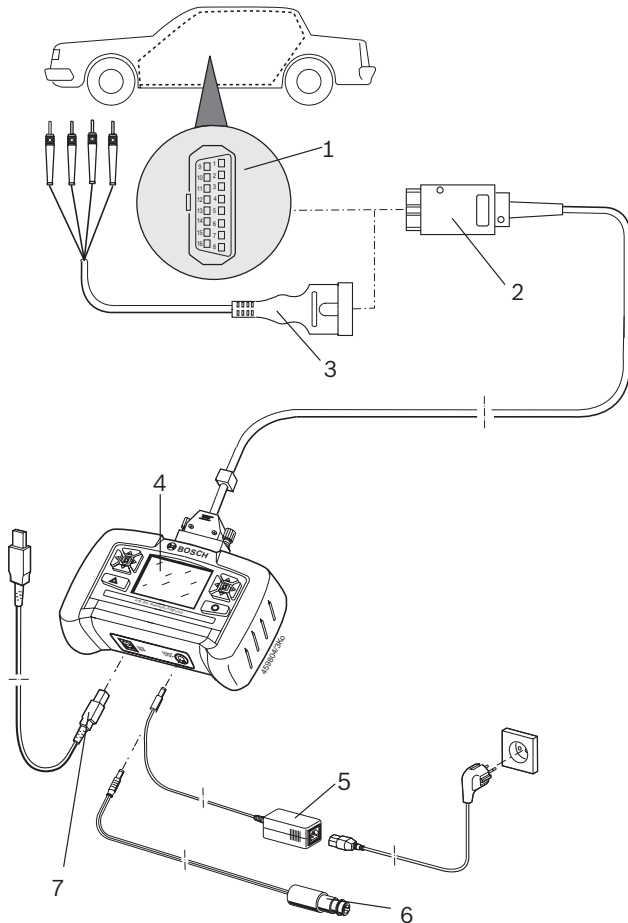

Fig. 3: Esquema de ligações do KTS 200
- um cabo de diagnose OBD (fig. 3, pos. 2) ou
- através de um cabo de diagnose OBD e adicionalmente através de um cabo de ligação UNI (fig. 3, pos. 3; acessório especial) ou